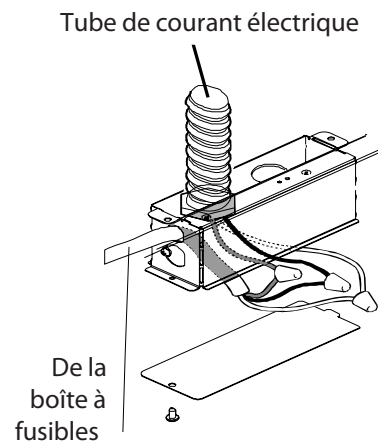

Figure 7
- Enlever le couvercle de la boîte de connexion comme indiqué en Figure 7.